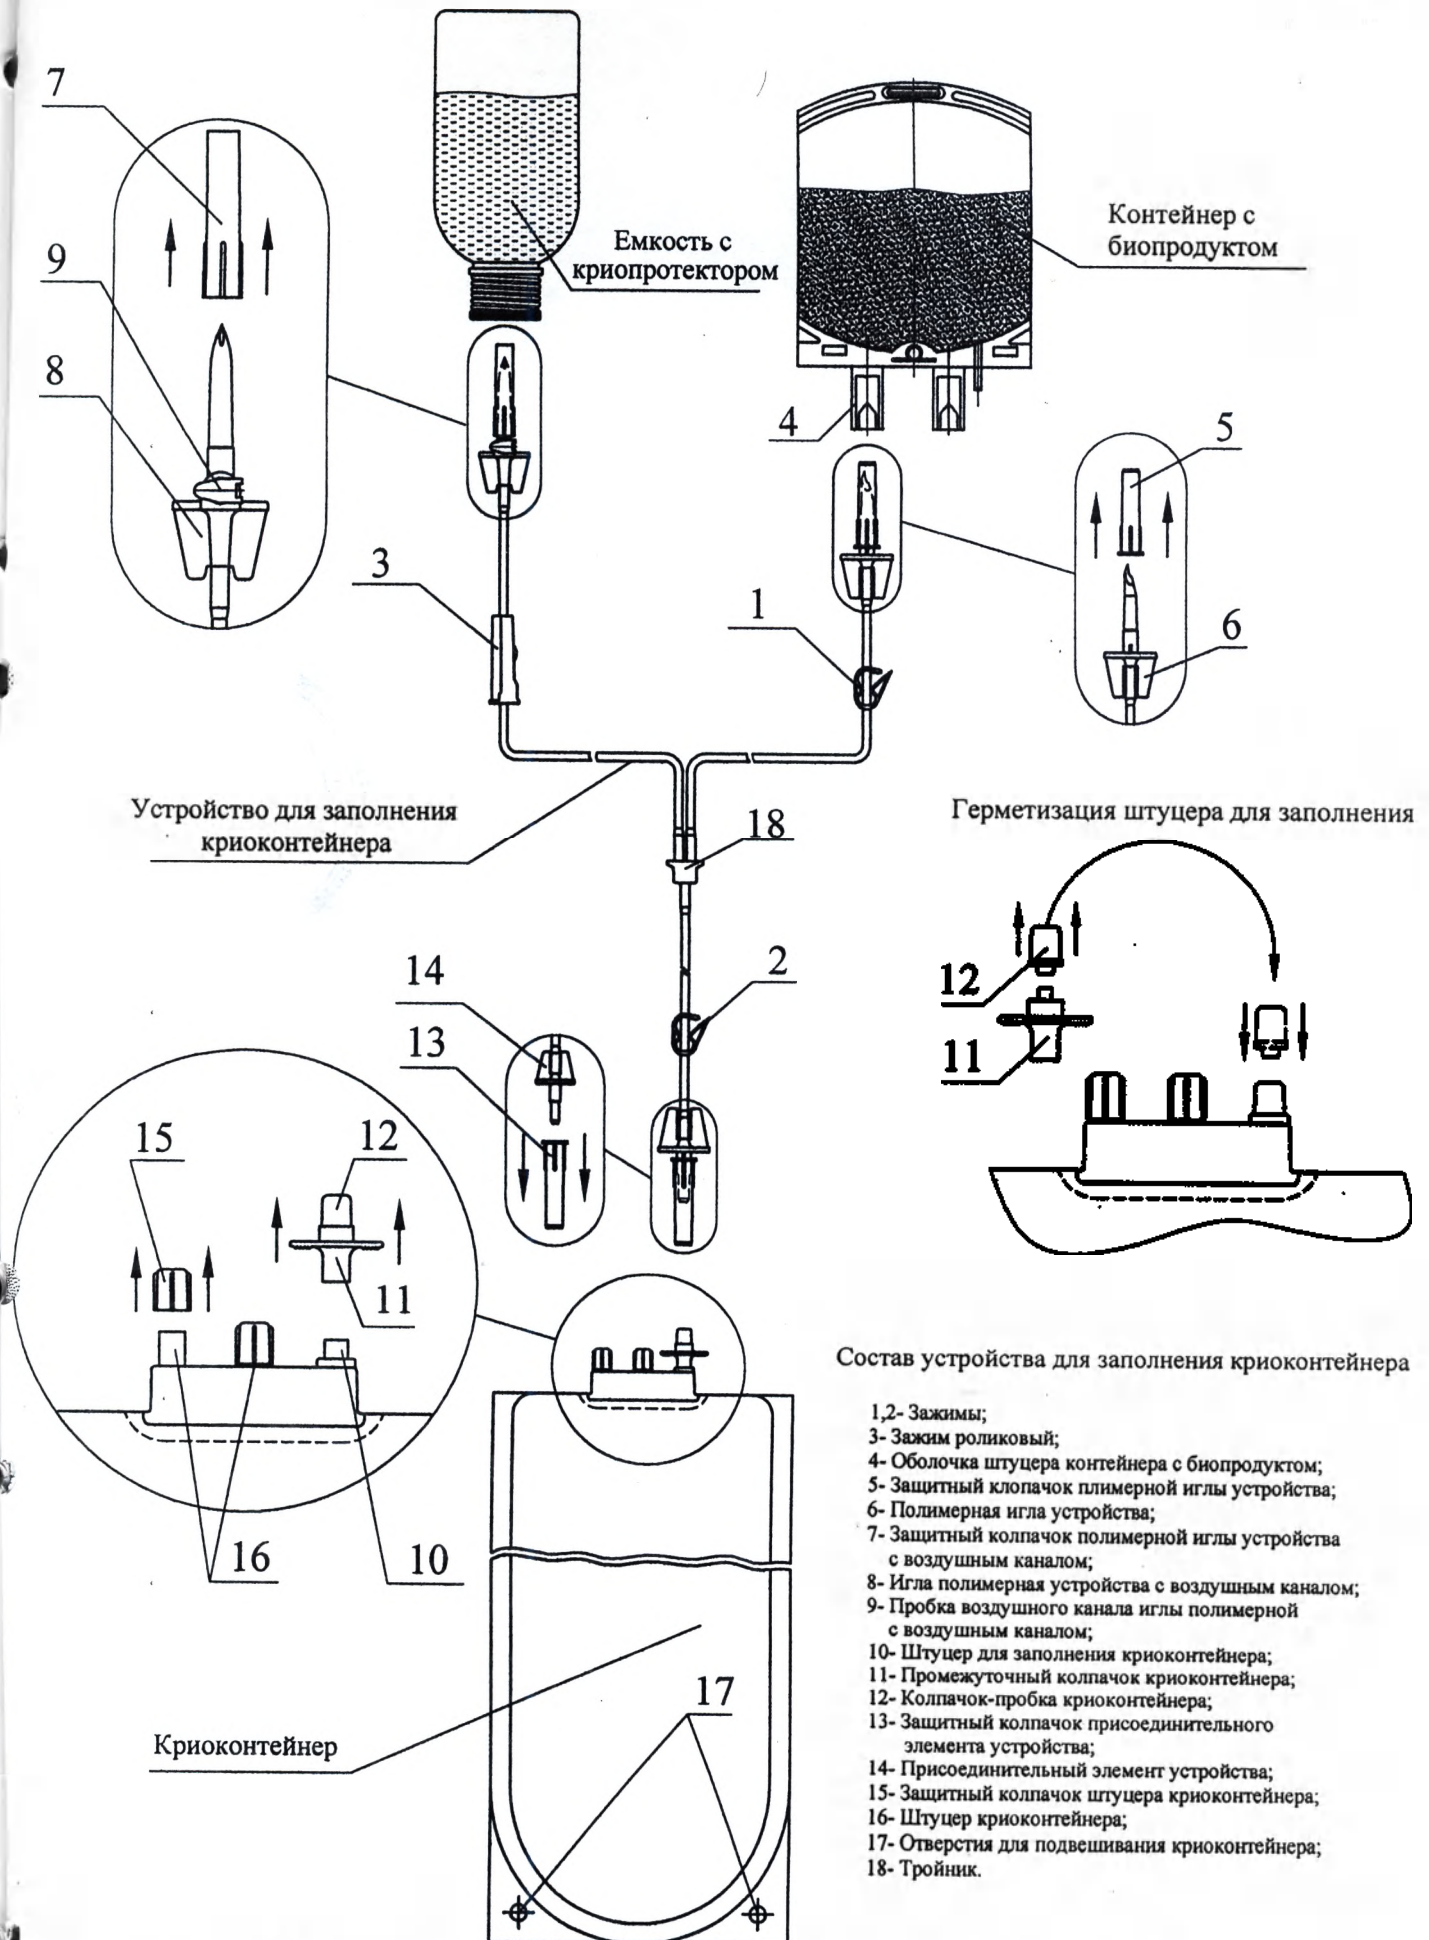

Рисунок 1. Схема использования криоконтейнера
- 1.1.7 Извлеките устройство из пакета потребительской тары, зажимы 1, 2 и роликовый зажим 3 устройства закройте (см. рис. 1).